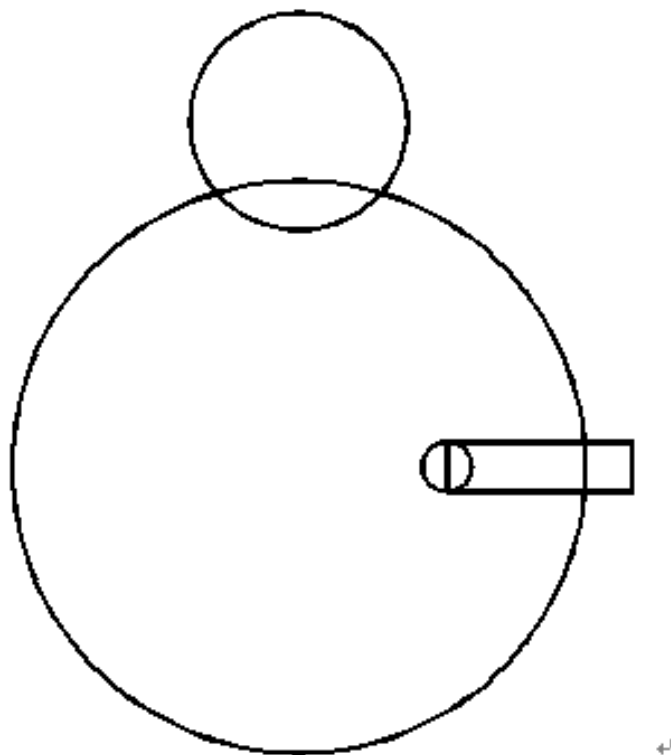

图 2-34 绘制圆和槽
1) 用“圆”命令绘制尺寸 $\phi 116\text{mm}$ 、 $R22\text{mm}$ 、 $\phi 10\text{mm}$ 的圆，用“矩形”命令绘制尺寸 10mm 的槽，如图 2-34 所示。